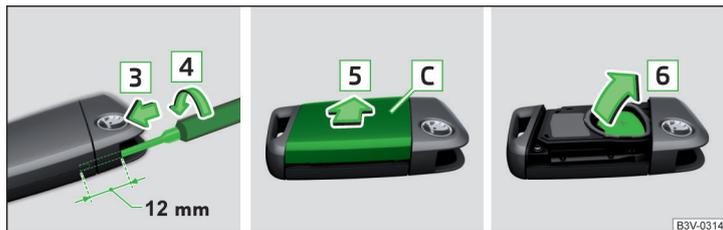

Abb. 338 Abdeckung lösen / Batterie herausnehmen
- › Einen schmalen Schlitzschraubendreher (3 mm breit) ungefähr 12 mm in die entstandene Öffnung in Pfeilrichtung **3** einschieben » Abb. 338.